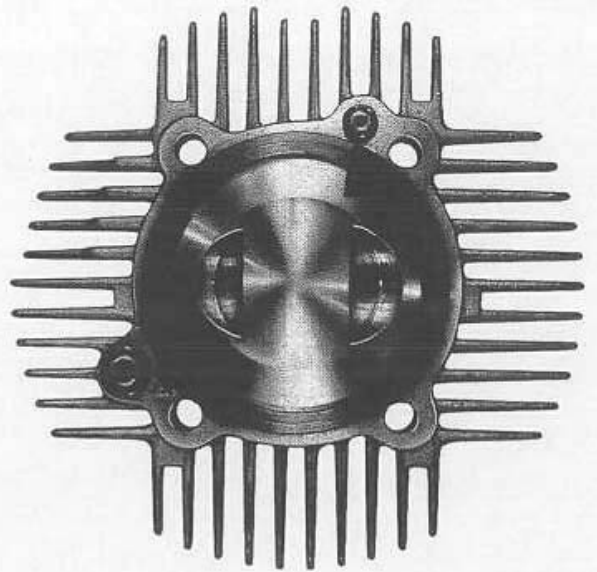

Fig. 13
**Cilindro orizzontale** (fig. 13).
**Horizontal cylinder** (fig. 13).